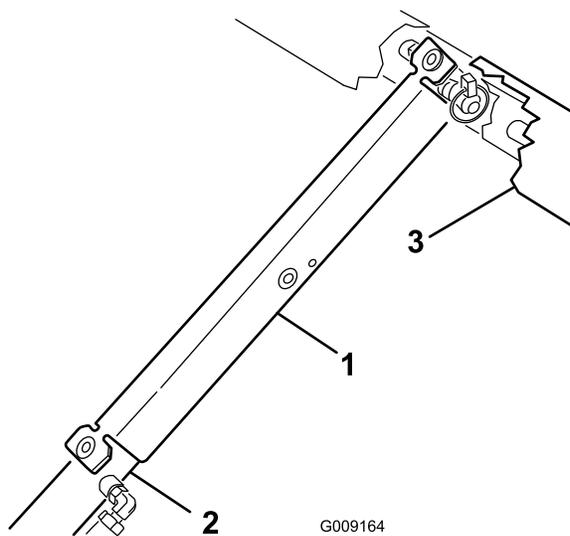

图33
3. 将货斗支架推入油缸杆确保支架端凸耳靠在油缸筒和油缸杆头上 图33。